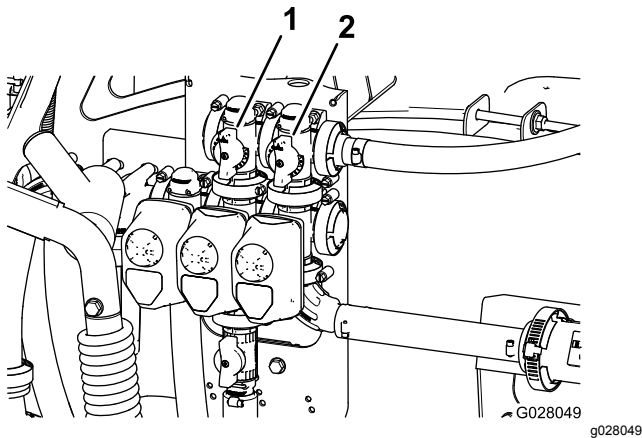

Bild 20
11. Stellen Sie das Rührwerksicherheitsventil (Bild 20) hinten am Rührwerkventil so lange ein, bis das Druckmanometer 6,9 bar anzeigt.
9. Stellen Sie den Griff am Sicherheitsventil des Hauptabschnitts ein, um die Rührwerkstärke im Behälter zu steuern (Bild 20).